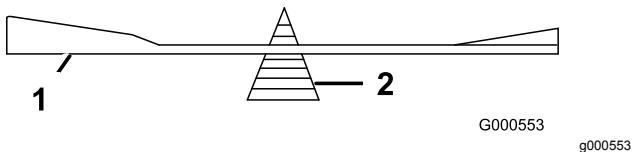

Figure 68
2. Vérifiez l'équilibre de la lame en la plaçant sur un équilibrEUR (Figure 68).